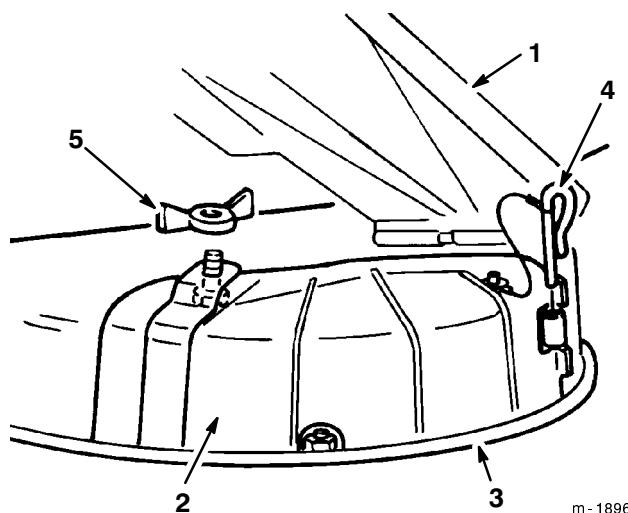

Figure 12
2. Soulever le déflecteur d'herbe, mettre l'obturateur en place sur l'ouverture d'éjection et le bord inférieur du carter de tondeuse, et le glisser dans la charnière avant (Fig. 12).
3. Insérer la broche dans la charnière (Fig. 12).
4. Fixer l'obturateur d'éjection au carter de tondeuse à l'aide de l'écrou papillon (Fig. 12).